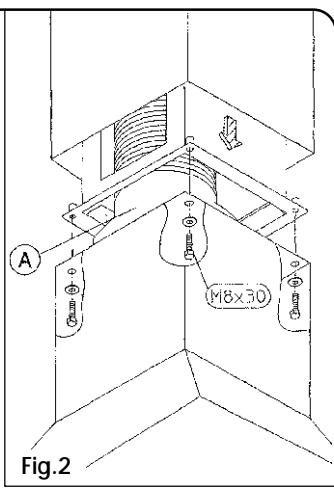

Fig.2
Per poter utilizzare questa funzione munirsi di un tubo estensibile non combustibile Ø150 mm da collegare al soffitto ,che andrà successivamente collegato al raccordo "A" **fig2**
- 6) sollevare la cappa,e dopo aver bloccato il tubo Ø150 mm al raccordo "A" tramite una fascetta,fissarla alla struttura telescopica con le 4 viti e rondelle **fig2**
- 3) collegare un tubo estensibile non combustibile Ø 150mm al raccordo "B", tramite una fascetta **fig5**,che andrà successivamente collegato al raccordo "A" **fig2**
Zum Einsatz der Dunstabzugshaube in dieser Version beschaffen Sie sich ein ausziehbares, nicht brennbares Rohr Ø150 mm, das an der Decke befestigt werden muss und das anschließend an den Anschluss "A" (**Abb.2**) anzuschließen ist.
- 6) Heben Sie die Dunstabzugshaube an und befestigen Sie diese, nicht ohne vorher das Ø150 mm Rohr mittels einer Schelle am Anschluss „A“ befestigt zu haben, am Teleskopschacht. Verwenden Sie hierzu die 4 Schrauben und Unterlegscheiben. (**Abb.2**)
- 3) Schließen Sie ein ausziehbares, nicht brennbares Rohr (Ø 150mm) zuerst mittels einer Schelle (**Abb.5**) an den Anschluss „B“ an; schließen Sie es dann an den Anschluss „A“ (**Abb.2**) an.
To use the vented operating mode, fasten one end of a Ø 150 mm non-combustible extending pipe to the ceiling and the other to the connector "A" (fig. 2).
- 6) lift the hood and, once you have secured the Ø 150 mm pipe to connector "A" with a clamp, fasten it to the telescopic flue using the 4 screws and washers (fig. 2);